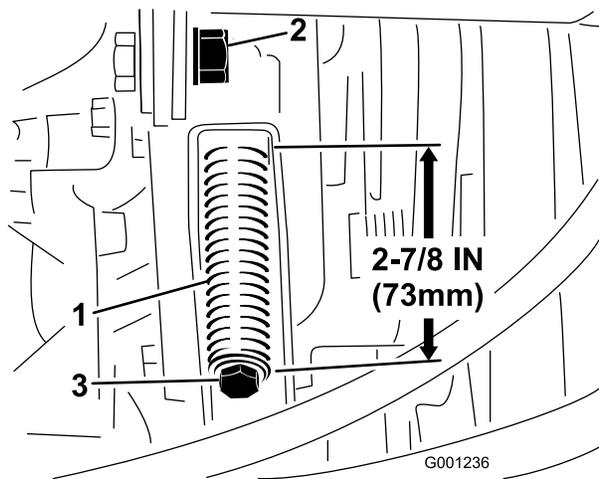

図 65
3. テンションロッドのジャムナットをゆるめる (図 65)。
4. テンションスプリングの調整には1/2 インチ・レンチを使う (図 65)。テンションスプリングの長さを 73 mm に調整する。
3. テンション・ロッドのジャムナットをゆるめる (図 65)。
4. 1/2 インチのレンチを使ってテンションスプリングを完全にゆるめる (図 65)。
6. 新しい PTO ベルトを取り付け、レンチでスプリングの長さを 73 mm に調整する (図 65)。
7. ジャムナット (図 65) を締め、フードを閉める。